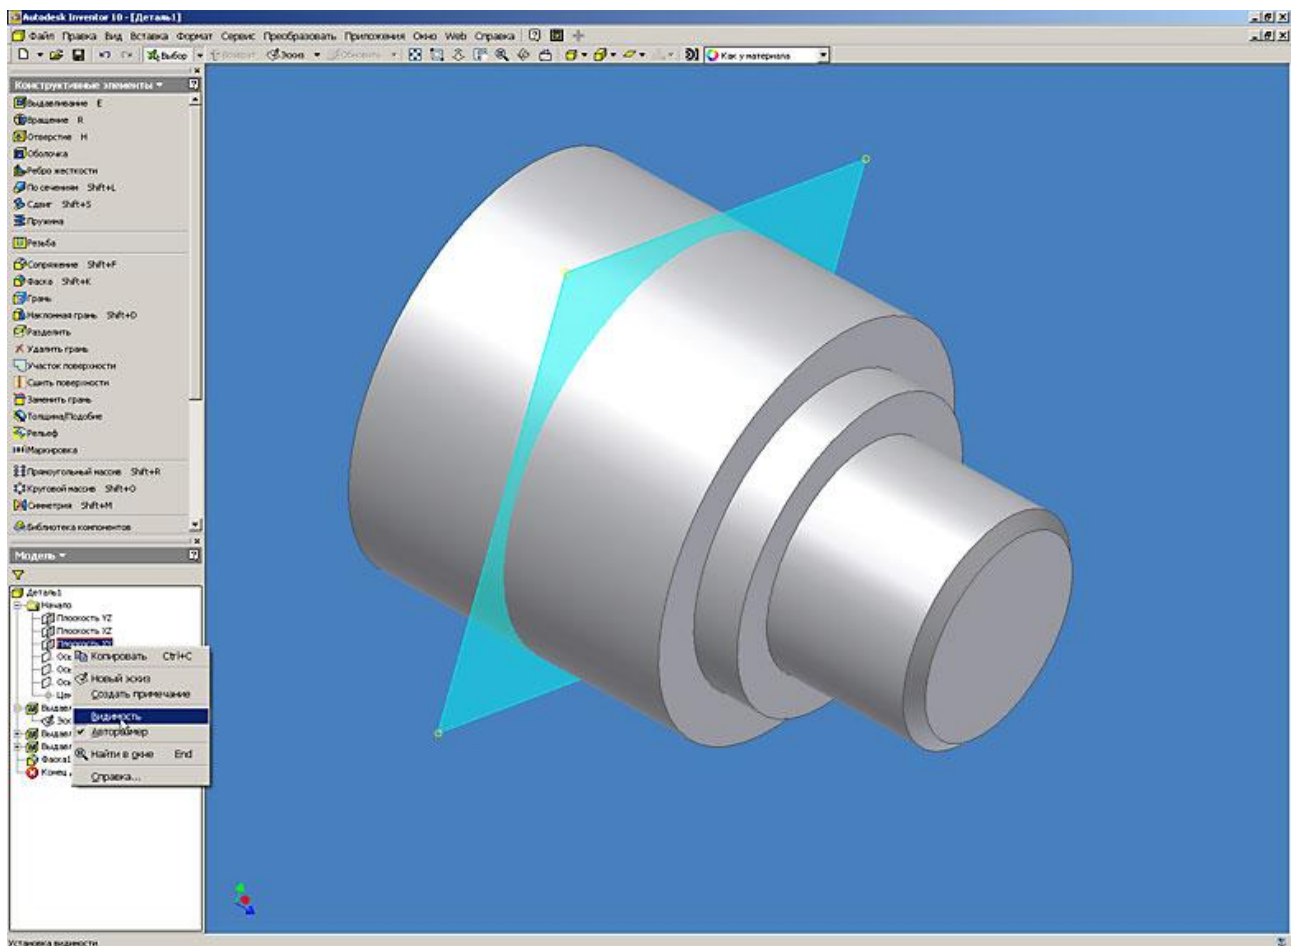

Рис. 9. Autodesk Inventor. Работа с конструктивными элементами (выдавливание)
9. Так как деталь симметрична, выполним оставшиеся построения при помощи команды “Симметрия”. Для удобства выполнения этой операции сделаем видимыми некоторые вспомогательные элементы (в нашем случае это плоскость симметрии “Плоскость XY” в начале координат). Для этого в браузере модели щелкаем на значке плюс (+) перед папкой “Начало” и правой клавишей мышки на плоскости XY включаем команду “Видимость” (рис. 9).